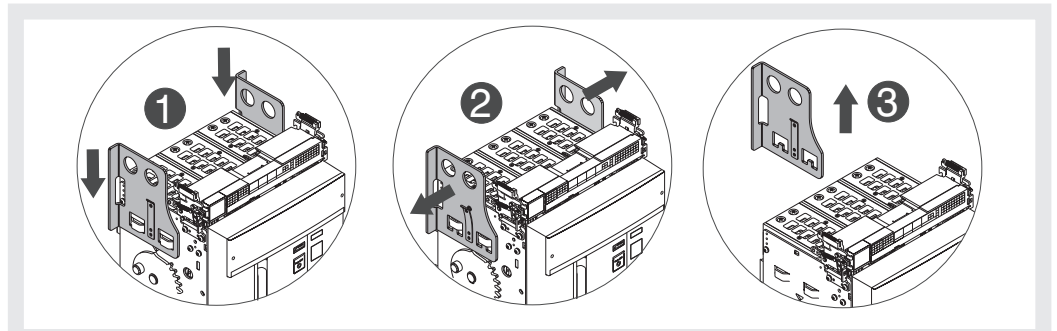

Figura 40
- Sganciare la linguetta e togliere dalla parte mobile le piastre di sollevamento. Vedi Figura 40.